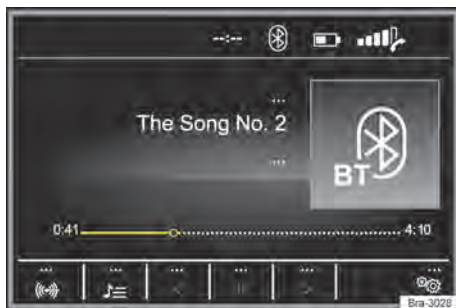

Fig. 127 Menu principal de mídia.
- Pressionar o botão **MEDIA** para abrir o menu principal **MEDIA** → Fig. 127.
As fontes de mídia que são reproduzidas atualmente são exibidas na superfície de função na parte inferior esquerda → Fig. 127.
Legenda da → Fig. 127 e → Fig. 128: